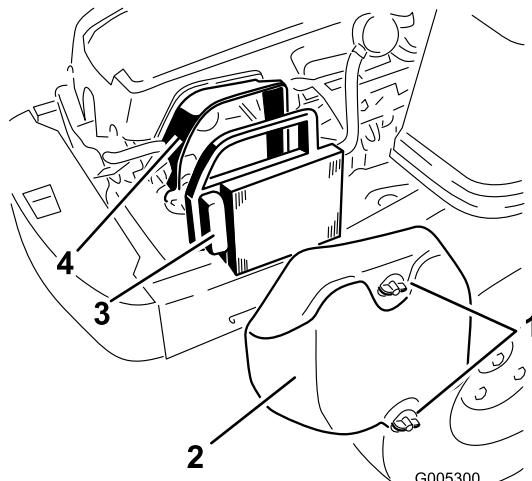

Bild 28
1. Entfernen Sie die Luftfilterabdeckung (Bild 28).
2. Nehmen Sie den Luftfiltereinsatz mit der integrierten Gummidichtung heraus (Bild 28).
5. Setzen Sie den Luftfiltereinsatz mit der gefalteten Seite nach außen ein, setzen Sie die Gummidichtung auf die Kanten der Luftfilterunterseite (Bild 28).
6. Setzen Sie die Luftfilterabdeckung ein und befestigen Sie sie mit den zwei Handrädern (Bild 28).